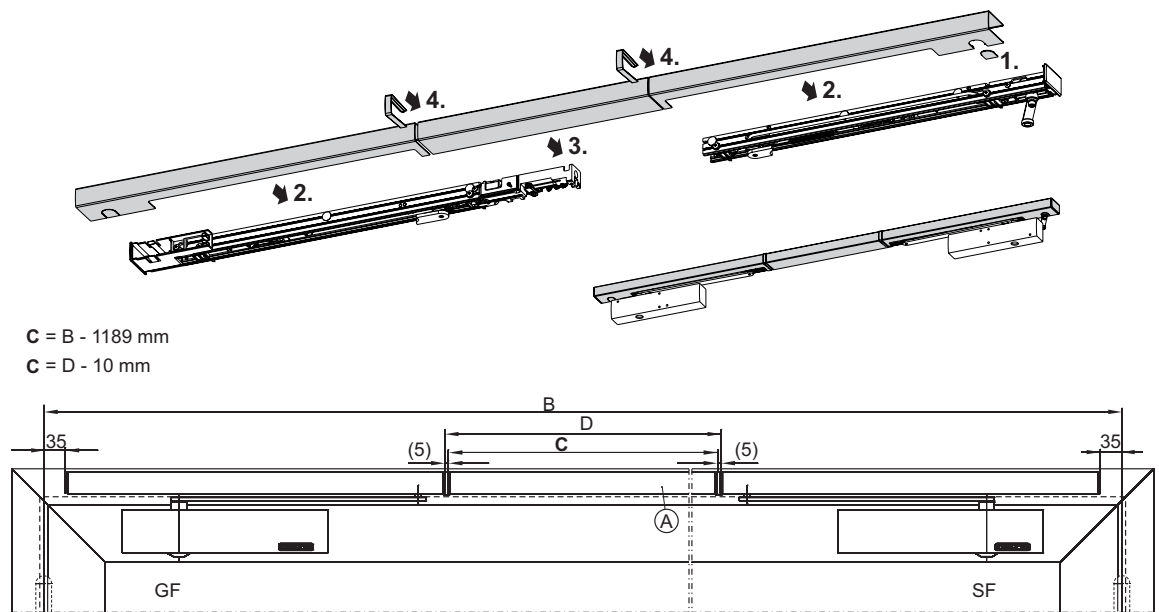

Abb. 6.8.1
- ▶ Die ablängbare mittlere Blende "A" auf das Maß "C" kürzen (**Abb. 6.8.1**).